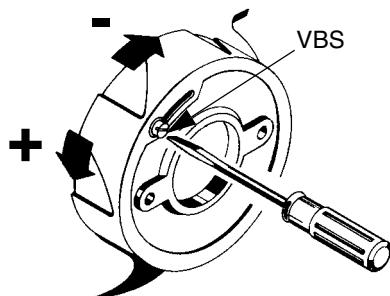

Рис. 23
- 13) Проверяя постоянно анализы выбросов, отрегулировать расход воздуха, воздействуя на винт **VBS** (Рис. 23); закручивать его для уменьшения расхода и откручивать - для увеличения.